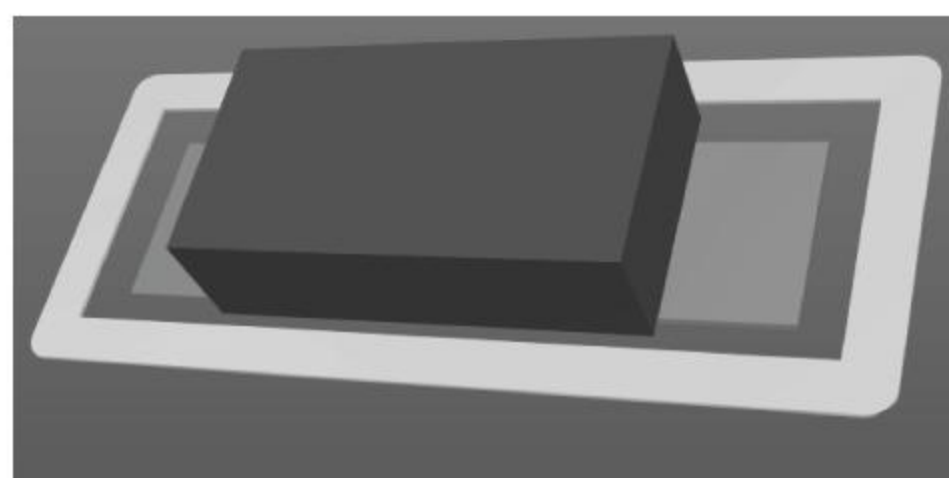

图 3-59 0603R 3D 效果
- (5) 按键盘左上角的数字键“3”,查看 3D 效果,如图 3-59 所示。